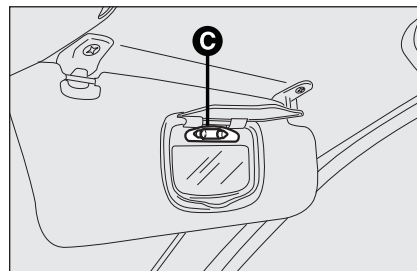

fig. 46
- ☐ sustituya la lámpara **C-fig. 46** separándola de los contactos laterales asegurándose de que la lámpara nueva haya quedado bloqueada correctamente entre los mismos contactos.